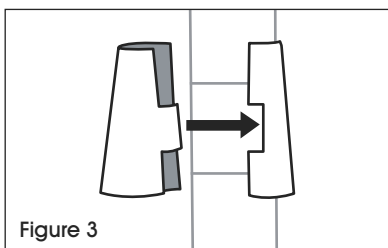

Figure 3
1. Commencez par la tablette la plus basse. Enclenchez les pièces emboîtables d'un support de tablette (extrémité la plus large vers le bas) autour du montant, au niveau de la rainure la plus basse où la tablette doit être installée. Faites glisser le support vers le haut ou vers le bas jusqu'à ce qu'il s'enclenche sur la rainure. Ajoutez un support de tablette au même emplacement sur les montants restants. (Voir Figure 3)